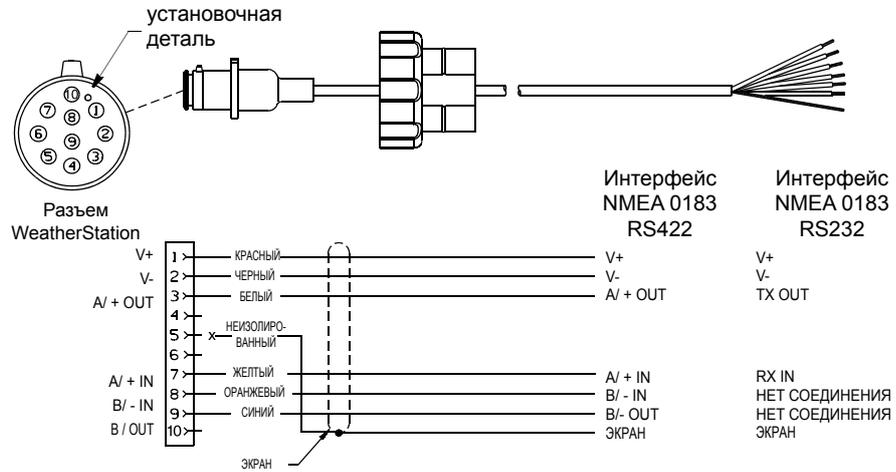

Рисунок 6. Кабель WeatherStation NMEA 0183 – без нагревательного элемента
2. Зачистите наружную оболочку и экран из фольги на 60 мм, начиная с обрезанного конца кабеля (см. Рисунок 6 или 7).